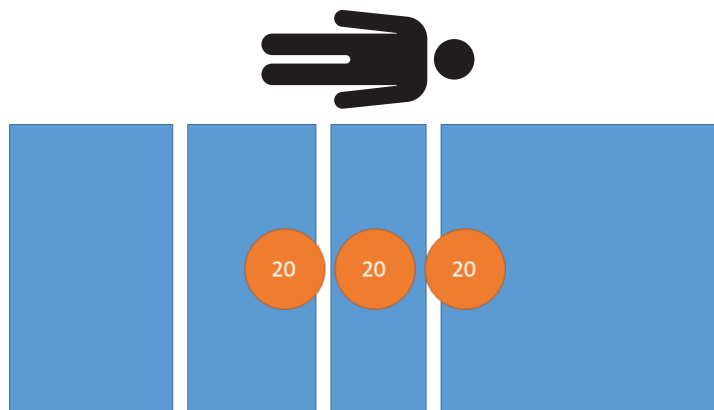

Figura 19 – Ensaio de desempenho de pesagem - 60 kg
2. Utilizando pesos calibrados, coloque 60 kg no produto (Figura 19).
10. Utilizando pesos calibrados, coloque 60 kg no produto (Figura 19).